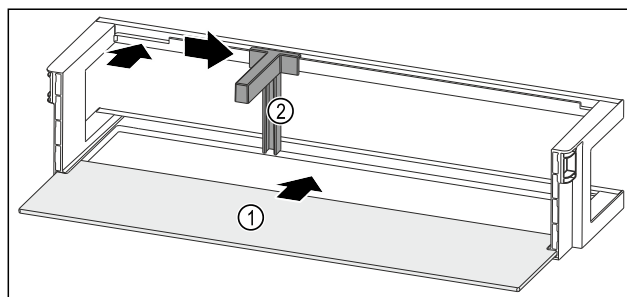

Fig. 262 Rafti i derës me raft mbajtës
- Futni raftin mbajtës Fig. 262 (1) në folëtë anësore.
- Vendosni mbajtësen e shisheve Fig. 262 (2) te foleja.
- Shtyni anash mbajtësen e shisheve Fig. 262 (2) në pozicionin që dëshironi.